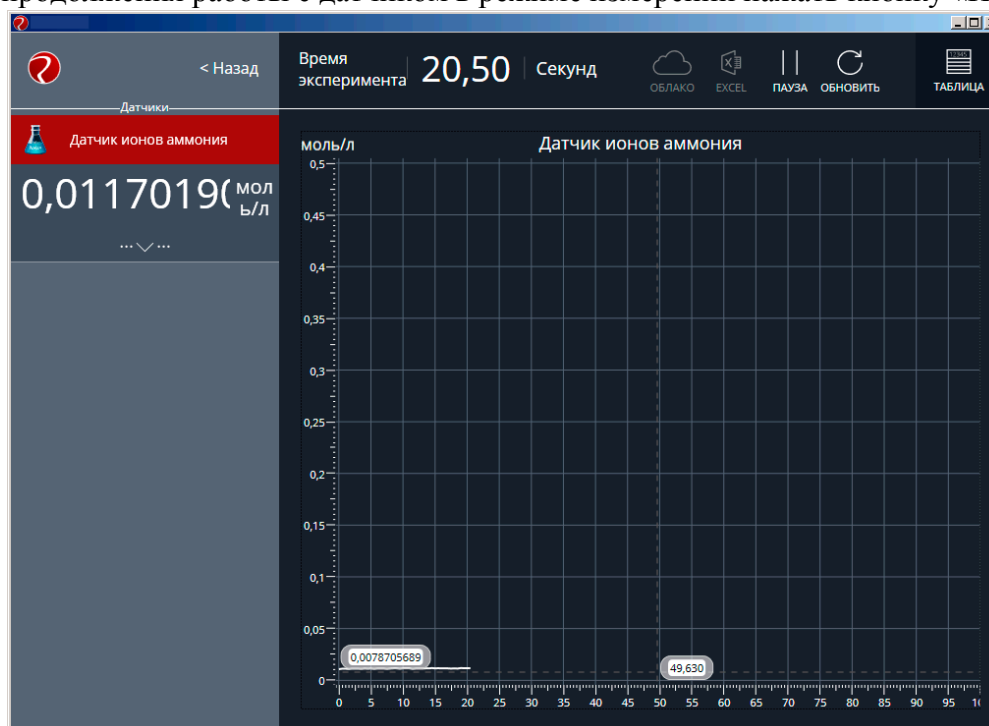

Рисунок 8 – Проведение измерений откалиброванным датчиком
13) Для продолжения работы с датчиком в режиме измерений нажать кнопку «Пуск» (рис. 8).